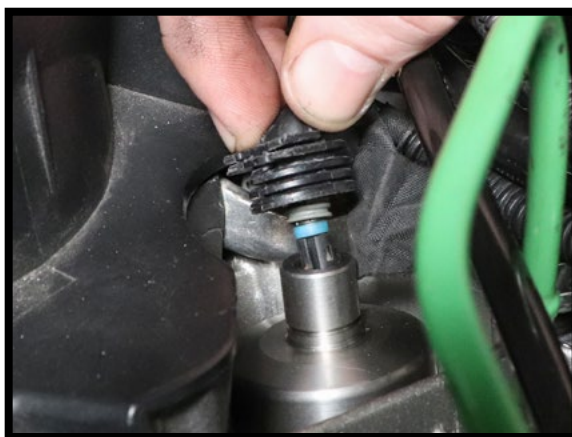

图23
7. 重新安装顶部的电气插头·小心地适度调整电气接线的方向·使其与插脚对齐。(图23)